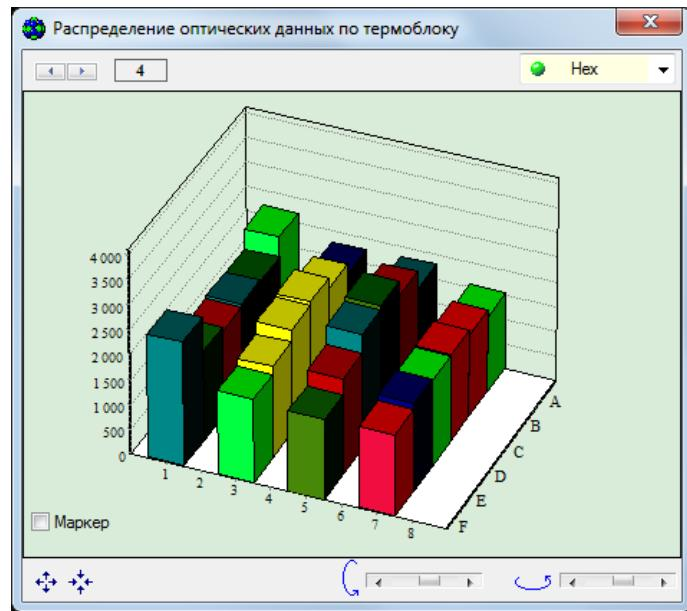

Рис.28. Данные оптических измерений для выбранных пробирок.
- во время выполнения программы амплификации, выбрав можно просмотреть данные оптических измерений для выбранных пробирок в виде 3-D гистограммы в окне **Распределение оптических данных по термоблоку** (Рис.28).